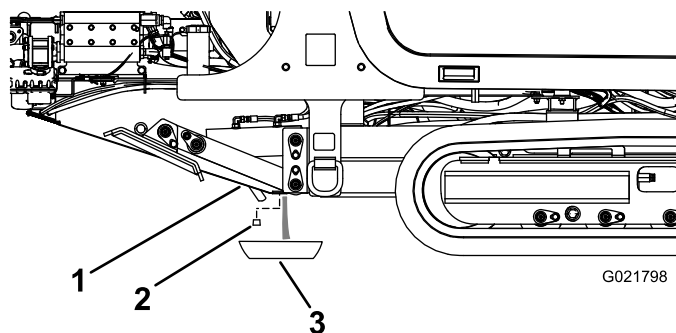

Figure 128
3. Desserrez le bouchon de vidange jusqu'à ce que l'eau et le sédiment s'écoulent (Figure 128).